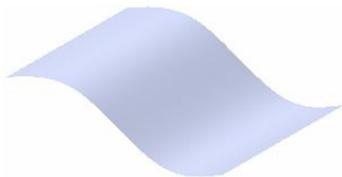

图 1.3.7 曲面
Step3. 绘制曲面上的样条曲线。此时系统进入 3D 草图模式，光标呈铅笔状，在图 1.3.7 所示的曲面上单击绘制一系列型值点，待最后一型值点绘制完成后，按 Esc 键结束绘制，完成绘制的曲面上的样条曲线如图 1.3.8 所示。